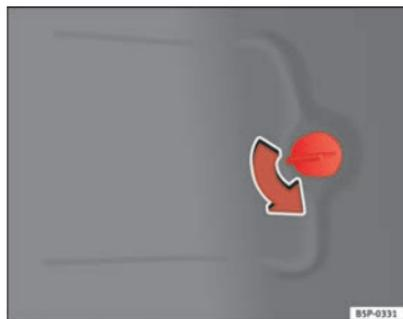

Fig. 194 Luzes na carroçaria
- Abrir a tampa do painel lateral da bagageira ⇒ fig. 194.